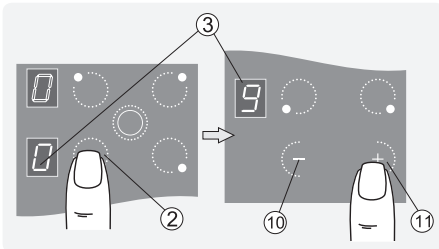

Рис.8
1. Коснуться зоны ^② с обозначением выбранной конфорки, после чего конфорка перейдет в режим управления. В соответствующем окне индикации мигает «0» (рис.8).